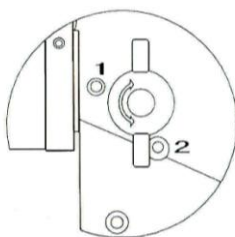

рисунок 2
Повернуть рычаг распыления (5) против часовой стрелки, как указано на рис.2.
По окончании работ повернуть газовый вентиль (3) по часовой стрелке до упора, закрыв его. Переключить рычаг распыления (5) в вертикальное положение, как указано на рис.2 и дать остыть спирали и прибору полностью. Повернуть газовый баллон (7) влево и отсоединить его. Прокатать воздух с помощью ручки распыления (6) полностью очистив систему моющим раствором из бак